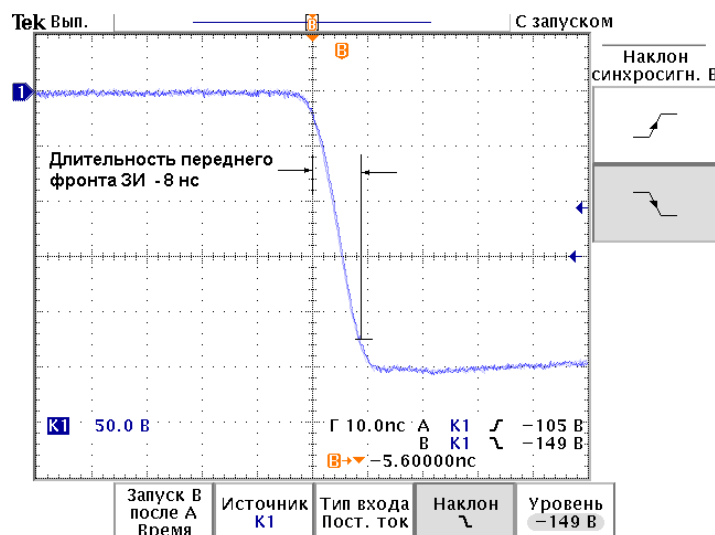

Рис. 10.6.3.3. Определение длительности переднего фронта зондирующего импульса.
4. Установите устойчивую синхронизацию осциллографа от переднего фронта зондирующего импульса. Весь импульс должен наблюдаться на экране осциллографа (Рис. 10.6.3.2.). По экрану осциллографа определите амплитуду и длительность зондирующего импульса. Отметим, что длительность ЗИ определяется на уровне  $\frac{1}{2}$  амплитуды сигнала.